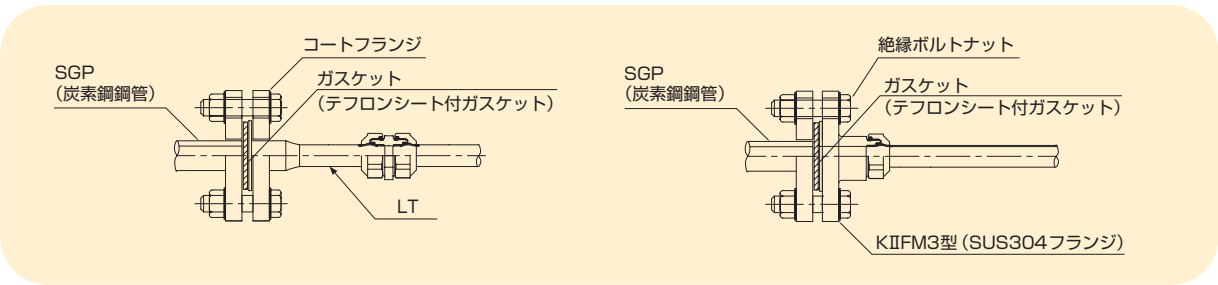

図2-10-1 絶縁フランジによる接合
- フランジ接合の場合は、コートフランジ又は絶縁ボルトをお使いください。（図2-10-1）